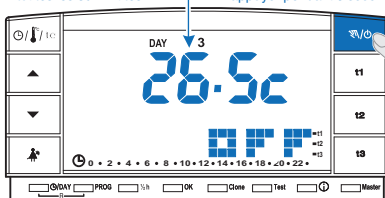

fig. 59
- Pour activer la fonction, maintenir la touche "OFF" appuyée (environ 6 sec.) jusqu'à ce que l'inscription **OFF** s'affiche sur l'écran, indiquant que le chronothermostat est désactivé (exemple sur la fig. 59).